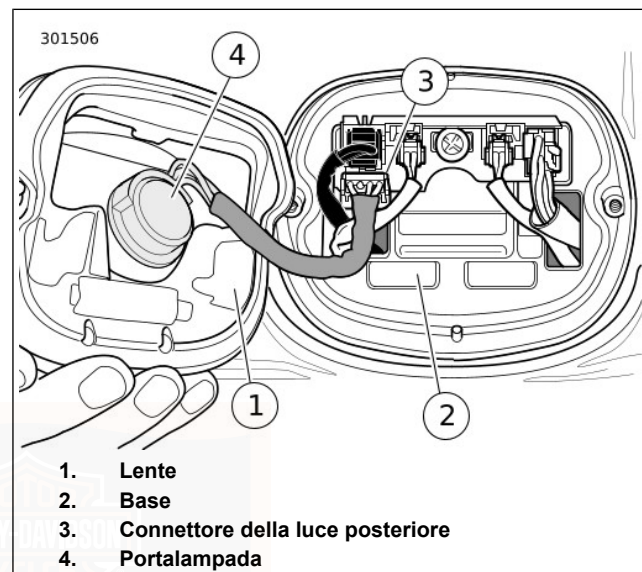

Figura 97. Gruppo della luce posteriore
2. Vedere Figura 97. Staccare il connettore della luce posteriore (3).
3. Girare il portalampada (4) di un quarto di giro in senso antiorario e rimuovere dal gruppo della luce posteriore. Rimuovere la lampadina.
2. Vedere Figura 97. Inserire il portalampada (4) nel gruppo della luce posteriore. Girare di un quarto di giro in senso orario.
3. Collegare il connettore della luce posteriore (3).